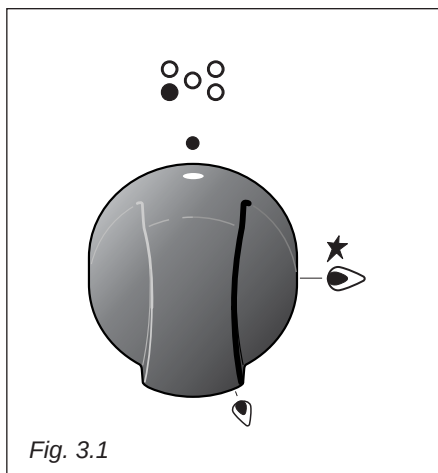

Fig. 3.1
L'arrivée du gaz au brûleur est commandée par une manette (fig. 3.1).
- 1 – Pour allumer le brûleur, appuyer sur la manette et la faire tourner (fig. 3.2) jusqu'à la position de débit maximum (fig. 3.1) (grande flamme ★🔥); puis continuer à appuyer sur la manette jusqu'à ce que l'allumage se fasse.